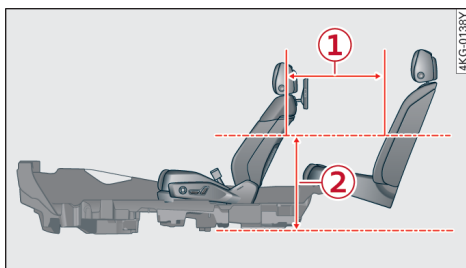

图 57 座间距
当前后排座椅都位于设计位置时，在距离地板位置 415mm 处⇒图 57 ②，座间距为 848mm⇒图 57 ①。